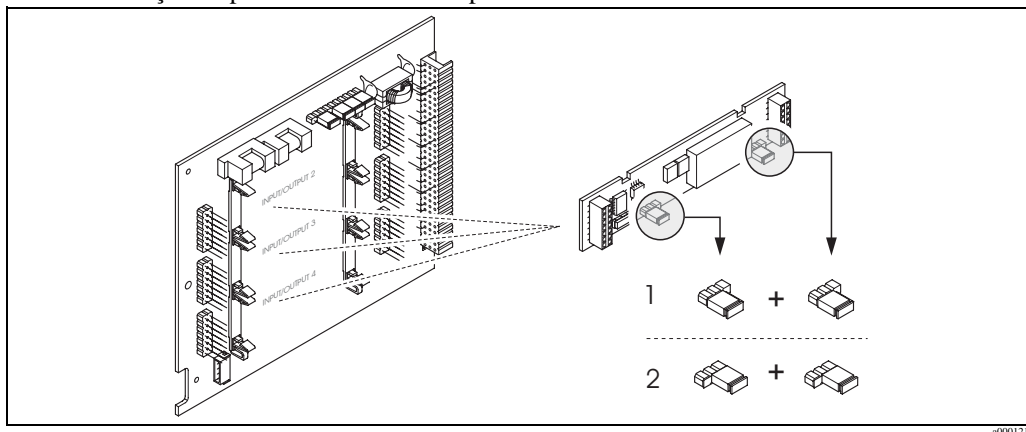

Fig. 38: Configurando os contatos do relé (NC / NO) na placa I/O não conversível (submódulo).
3. Fixar os comutadores. → Fig. 38